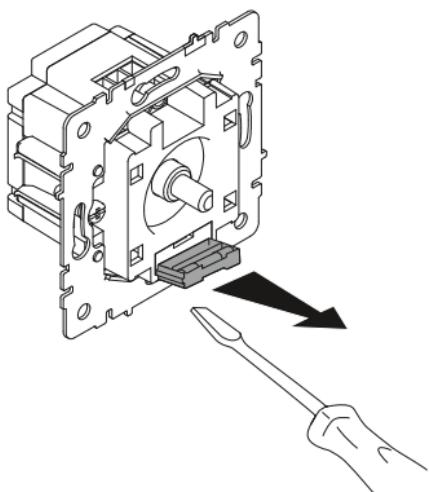

Рисунок 4 – Замена предохранителя
Монтаж диммера выполнять в следующей последовательности: снять рукоятку (1) и лицевую панель (2); для монтажа в монтажную коробку (5) обеспечить минимальное расхождение распорных лапок диммера (4) путём выкручивания двух винтов, крепящих распорные лапки. Страйтесь не выводить винты из зацепления с гайкой; присоединить подготовленные к монтажу электрические провода к винтовым зажимам диммера (4); проверить правильность соединения проводов согласно схеме, приведенной на рисунке 1 или 2; установить механизм в монтажную коробку (приобретается отдельно); зафиксировать механизм диммера (4) в монтажной коробке; установить декоративную рамку (приобретается отдельно); установить лицевую панель (2) и рукоятку (1); подать напряжение питания. Пример монтажа диммера приведен на рисунке 3. При нарушении работоспособности диммера, отключите питание, извлеките предохранитель (рисунок 4) и проверьте его исправность. При необходимости замените предохранитель, предварительно устранив причину срабатывания защиты (короткое замыкание в цепи нагрузки или перегрузка).